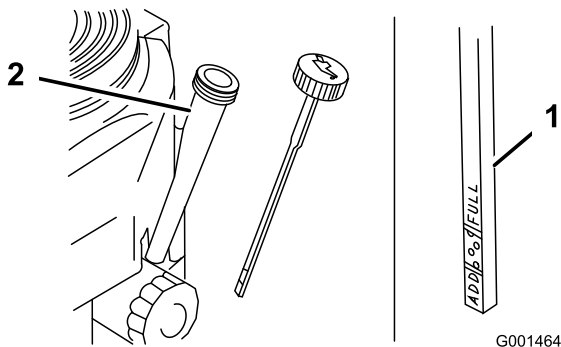

Bild 24
4. Reinigen Sie den Bereich um den Ölpeilstab (Bild 24), damit kein Schmutz in den Einfüllstutzen gelangen und den Motor beschädigen kann.
5. Schrauben Sie den Ölpeilstab heraus und wischen Sie das Metallende ab (Bild 24).
6. Schieben Sie den Ölpeilstab vollständig in den Einfüllstutzen (nicht in den Einfüllstutzen einschrauben) (Bild 24).
9. Gießen Sie ca. 80 % der angegebenen Ölmenge langsam in den Einfüllstutzen (Bild 24).